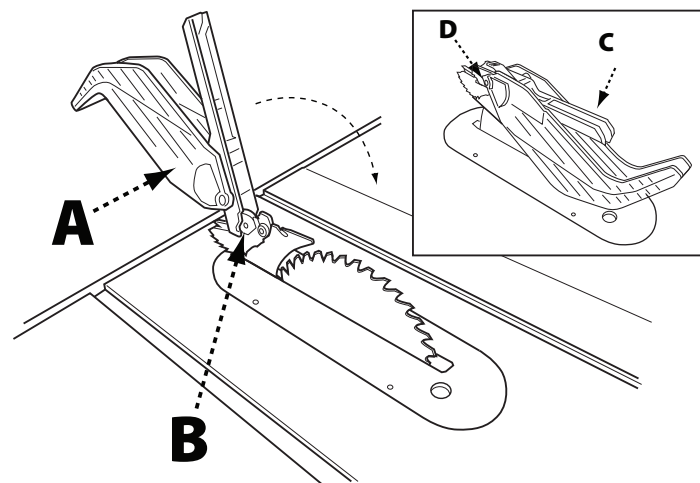

FIGURE 10
1. Tout en maintenant l'ensemble protège-lame (A) en position verticale, accrochez le goujon de guidage (B) à l'extrémité arrière de l'ensemble protège-lame dans la fente sur le bord arrière du couteau diviseur.
2. Faites tourner l'ensemble protège-lame vers l'avant de la scie jusqu'à ce que la partie métallique (C) de l'ensemble protège-lame soit parallèle à la table comme le montre la Figure 10.
3. Tout en maintenant enfoncé l'avant de la partie métallique du protège-lame (C), appuyez sur le levier de verrouillage du protège-lame (D) jusqu'à ce qu'il s'enclenche en position verrouillée. Assurez-vous que le protège-lame est verrouillé sur le couteau diviseur en tirant sur le protège-lame. Si le protège-lame n'est pas verrouillé, le levier de verrouillage du protège-lame retournera à la position déverrouillée.